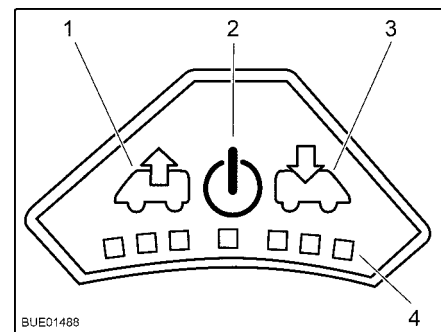

Bild 128 Fläkttreglage
- Tryck på på/av-knappen (Bild 128,2). Fläkten går i komfortläge (vädring med lägsta fläktvarvtal).
- För att höja fläktvarvtalet: Tryck på vädringsknappen (Bild 128,1). Fläktvarvtalet i vädringsriktningen ökar en nivå. Lysdioderna (Bild 128,4) visar de olika nivåerna.
- För att minska fläktvarvtalet: Tryck på ventilationsknappen (Bild 128,3). Fläktvarvtalet minskar en nivå.
- För att höja fläktvarvtalet: Tryck på ventilationsknappen (Bild 128,3). Fläktvarvtalet i ventilationsriktningen ökar en nivå. Lysdioderna (Bild 128,4) visar de olika nivåerna.
- För att minska fläktvarvtalet: Tryck på vädringsknappen (Bild 128,1). Fläktvarvtalet minskar en nivå.
- Tryck på på/av-knappen (Bild 128,2). Fläkten stannar och lamporna släcks.